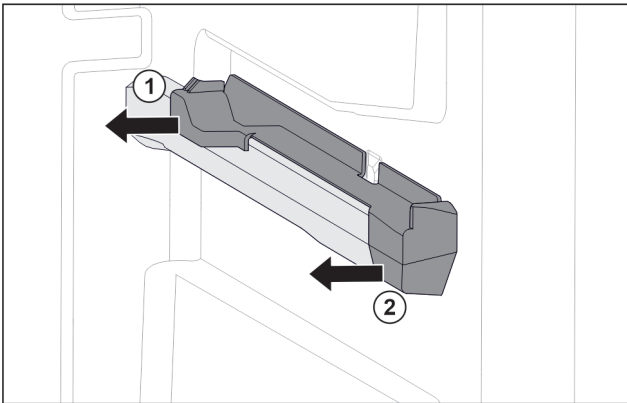

Fig. 146 Insteekelement op rechter containerrib
- ▶ Insteekelement achter naar de zijkant toe eraf trekken. Fig. 146 (1)
- ▶ Insteekelement voor naar de zijkant toe eraf trekken. Fig. 146 (2)